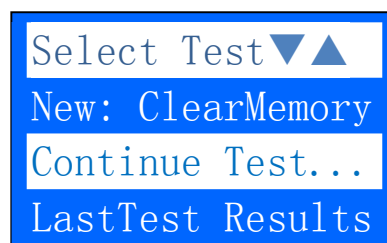

Abbildung 66
2. Nach dem Selbsttest erscheint das Hauptmenü (Abb. 66)